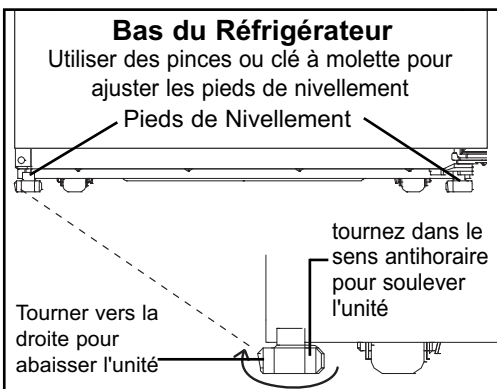

Fig.5.
Le système de réfrigération de ce réfrigérateur est "sans givre". Ce type de système n'exige aucune intervention telle que la décongélation par l'utilisateur autre que le choix de température de réfrigération. Peut être réglé pour les plus petits contenants. Pour éviter la vibration, l'appareil doit être absolument horizontal. Les deux premiers pieds de nivellement au dessous de réfrigérateur peuvent être ajustés. (voir Fig.5.) La température de réfrigérateur variera dépendant de la quantité de nourriture et la fréquence avec laquelle la porte est ouverte.
- 9) Retirez la butée de porte de la porte du réfrigérateur et mettez-la sur le côté opposé **Figure 5.**